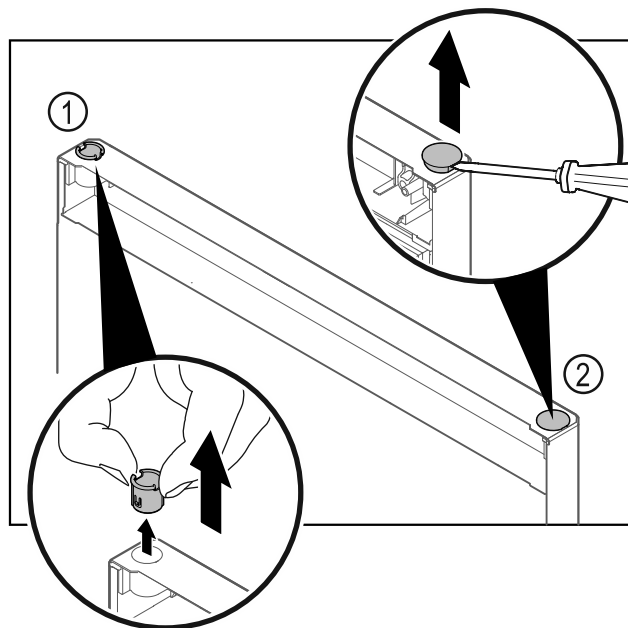

Fig. 24
- ▶ Húzza ki az ujjjaival a csuklópánt-perselyt Fig. 24 (1).
- ▶ A fedődugót Fig. 24 (2) egy lapos csavarhúzóval óvatosan emelje meg és húzza ki.